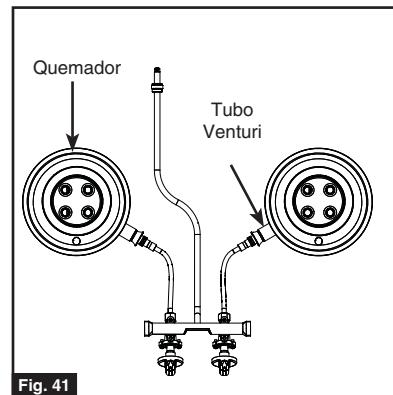

Fig. 41
8. Asegúrese que la parte de los orificios estén dentro de los tubos venturi, luego apriete todos los tornillos autorroscantes. (Fig. 41)